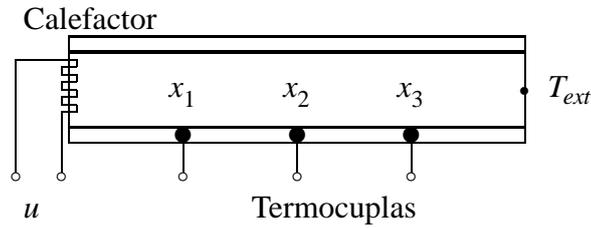

Figura 1: Horno
1. La Figura 1 representa un horno, aislado longitudinalmente, pero expuesto a la temperatura ambiente T_{ext} en un extremo y calefaccionado en el otro extremo u . El horno posee tres puntos de medición, indicados como "termocuplas" para sensar las temperaturas x_1, x_2 y x_3 .